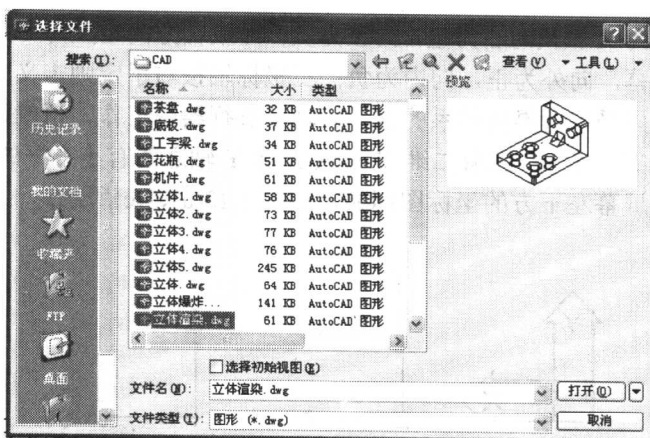

图 1.11 “选择文件”对话框
- ① 单击“标准”工具栏上的打开文件图标 , 或单击“文件”下拉菜单中的“打开”选项, 或在命令行键入 Open 并回车, 即可打开如图 1.11 所示的“选择文件”对话框。
- ② 在“搜索”下拉列表框中指定要打开的文件路径。
- ③ 在“文件类型”下拉列表框中选择要打开的文件类型, 该下拉列表框中有 4 种文件类型: 图形 (\*.dwg)、标准 (\*.dws)、DXF (\*.dxf) 和图形样板文件 (\*.dwt)。
- ④ 在文件列表框中选择要打开的文件, 右侧的“预览”框中显示了对应的图形。
- ⑤ 单击“打开”按钮右侧的按钮, 可在弹出的列表框中选择打开方式, 默认状态为“打开”。